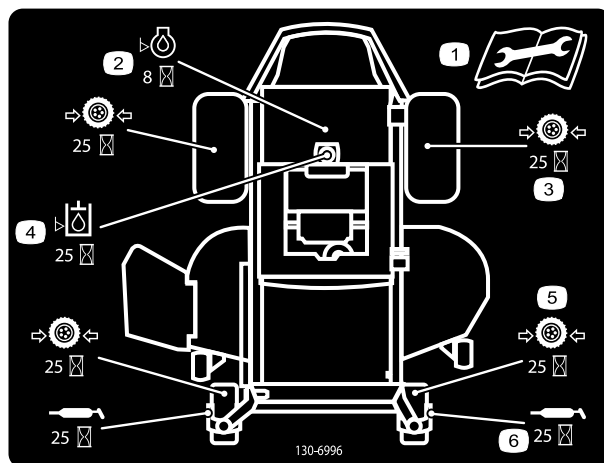

Figura 27
3. Limpie los engrasadores con un trapo (Figura 27 y Figura 28). Asegúrese de rascar cualquier pintura que hubiera sobre los puntos de engrase.
4. Conecte una pistola de engrasar a cada punto de engrase (Figura 28 y Figura 27). Bombee grasa hasta que empiece a rezumar grasa de los cojinetes.